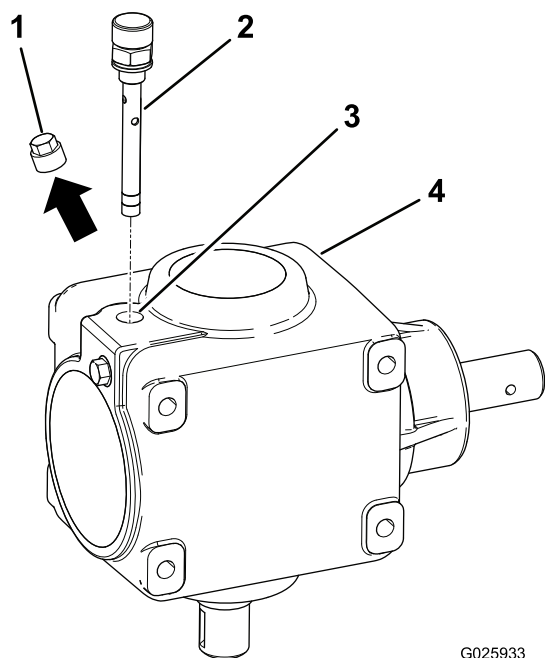

Figur 1
- B. Fjern den gamle girkassen inkludert de to monteringsbrakettene (Figur 1).
- C. Kontroller gummiisolatoren som er satt inn i monteringsbrakettene (Figur 1).
- E. Overfør remskiven til den nye girkassen med eksisterende tilspissingslåsboosing og kile (Figur 1).